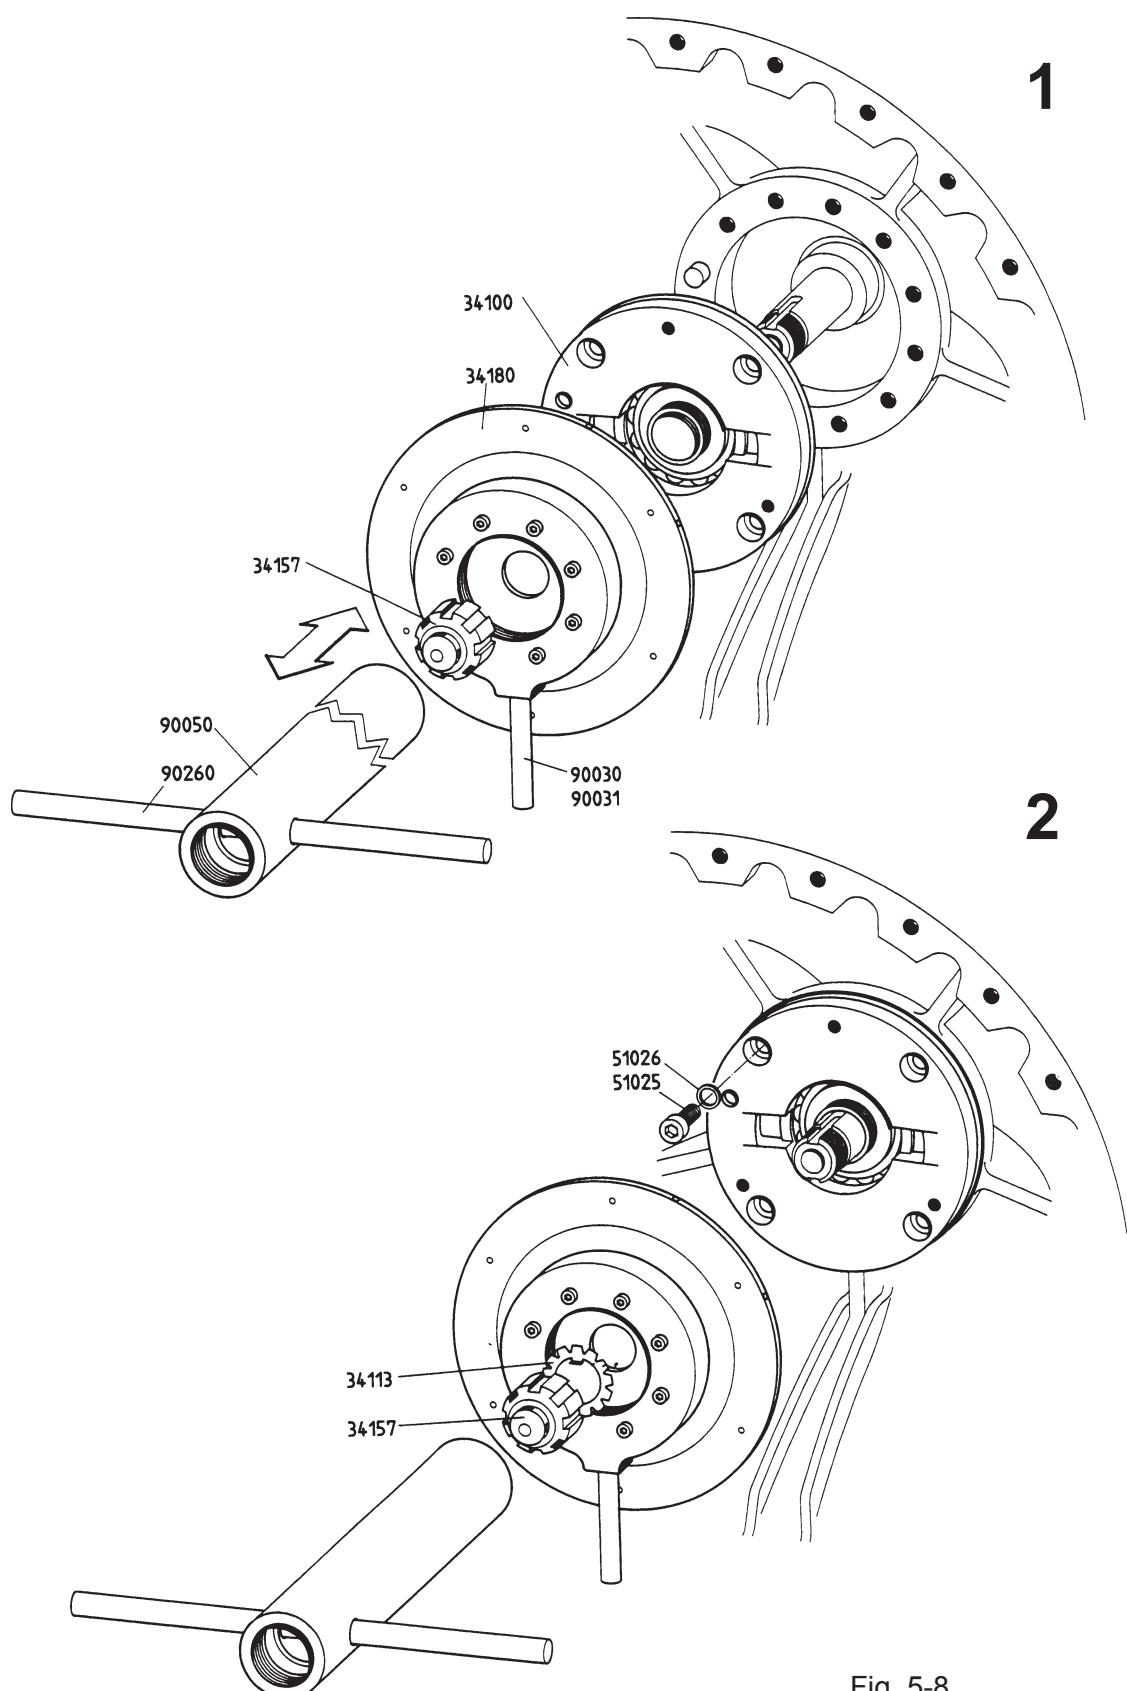

Fig. 5-8
- Lager (34100) - soweit wie möglich - von Hand einschieben (s. Fig. 5-8/1).
- Schmierrad (34180) und Festhaltevorrichtung (90030) mit Hutmutter (34157) montieren. (s. Fig. 5-8/1).
- Hutmutter (34157) wieder lösen und zusammen mit Schmierrad (34180) und Festhaltevorrichtung (90030) wieder entfernen (s. Fig. 5-8/1).